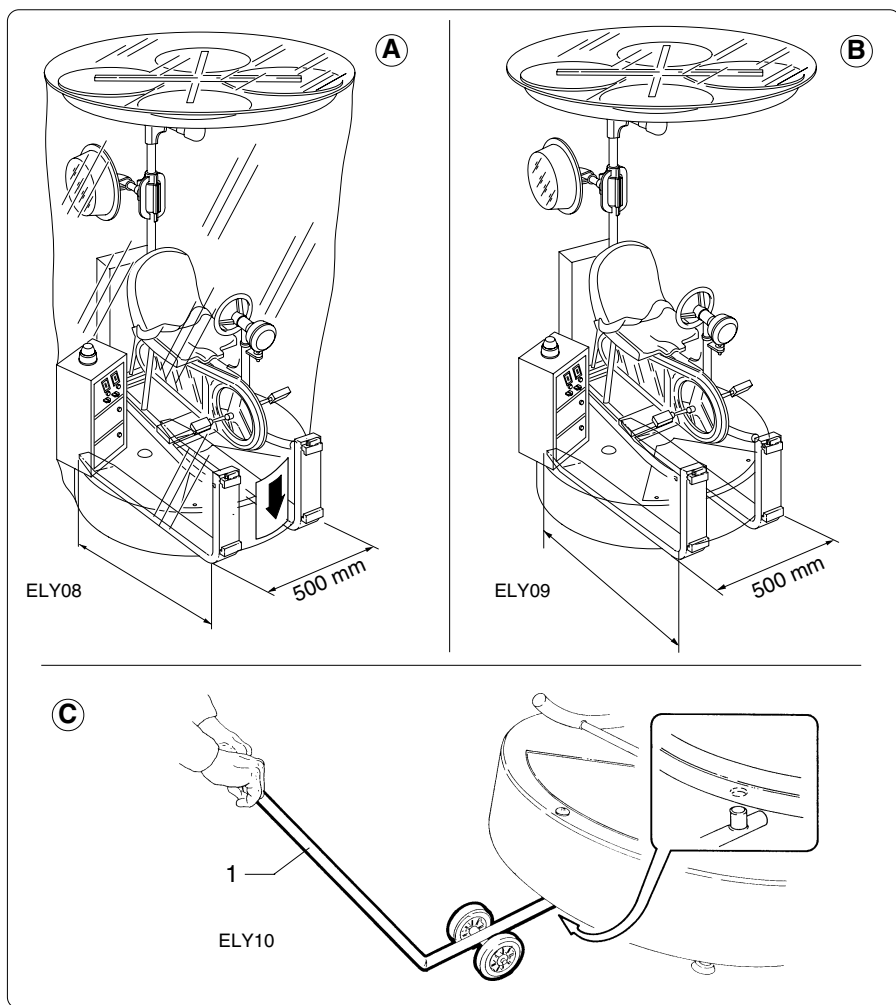

fig. 3.3.1
Sollevare la macchina imballata o disimballata con un carrello elevatore allargando le forche a circa 500 mm (fig. 3.3.1) "A" e "B" allo scopo di bilanciare il carico sulle forche.
*Hoist the packed or unpacked machine using a lifting truck, opening the forks by approximately 500 mm (fig. 3.3.1) "A" and "B" in order to balance the load on the forks.*
Lo spostamento della macchina a terra da un luogo all'altro avviene mediante il carrello "1" (fig. 3.3.1) fornito su richiesta.
*The machine must be moved from one place to another on the ground with the trolley "1" (fig. 3.3.1) supplied on request.*